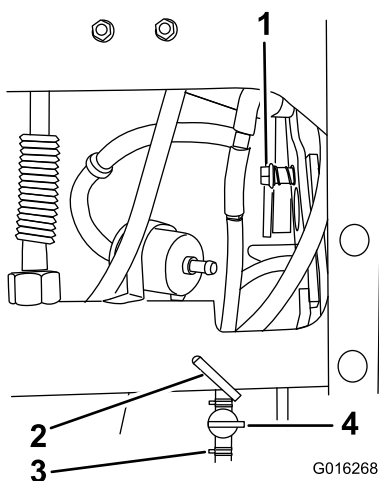

Bild 25
4. Befestigen Sie den Schlauch und die Klemme am Kraftstoffhahn und befestigen Sie den Schlauch mit einer Kunststoffkabelbinde an der Maschine (Bild 25).
5. Bringen Sie die Ansatzschraube und Druckfeder am Mähwerkhubgriff an (Bild 25).